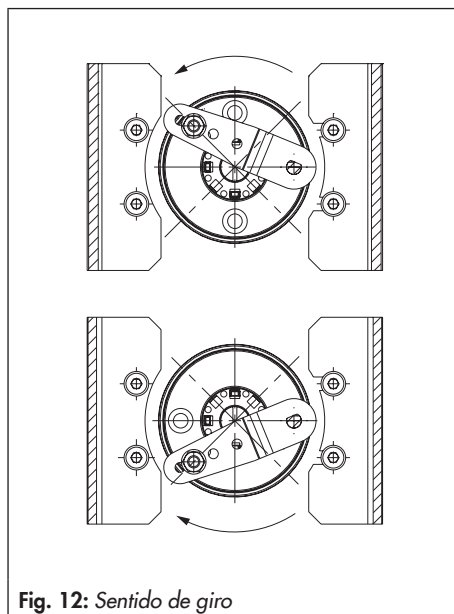

Fig. 12: Sentido de giro
1. Colocar el dispositivo de arrastre (3) en la ranura del vástago del accionamiento o de la pieza distanciadora (13).
2. Colocar la rueda de acoplamiento (4) encima del dispositivo de arrastre (3) con la cara lisa del lado del accionamiento. Colocar la rueda de forma que, con posición de válvula cerrada, la ranura coincida con el sentido de giro según la fig. 12.
3. Atornillar fuertemente la rueda de acoplamiento (4) y el dispositivo de arrastre (3) con el tornillo (4.1) y la arandela de presión (4.2) al vástago del accionamiento.
4. Montar la placa de conexiones (6) o el conector para manómetro (7) con manómetro (8) al posicionador, cuidando que las juntas queden en su lugar.
5. Fijar el soporte de montaje (10) con cuatro tornillos (10.1) al accionamiento.
6. Destornillar el pin (2) estándar de la palanca M (1) del posicionador. Utilizar el pin (Ø5 mm) de los accesorios de mon-